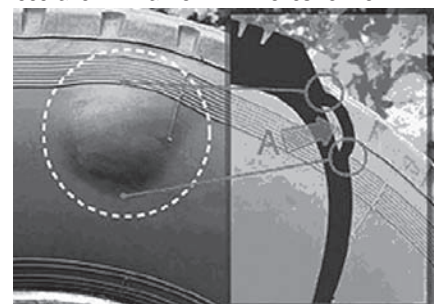

Рис. 1. Грыжа - признак начинающегося отслоения верхнего слоя от корда, либо знак того, что нарушены нити корда
- приведите устройство в исходное положение, для чего установите кнопкой указатель нагрузки 18 (рис. 1) на нуль и раздвиньте подвижные сегменты 14 и 15 так, чтобы их нижние торцы находились на одном уровне;
Рис. 1. Проверка натяжения ремней. 1 - шкив водяного насоса; 2 - клиновой ремень привода водяного насоса; 3 - шкив коленчатого вала; 4 - шкив натяжной; 5 - рычаг натяжителя; 6 - планка; 7 - генератор; 8 - планка; 9 - клиновой ремень привода генератора; 10 - болты с гайками (крепления лап генератора); 11 - болт (крепления генератора к планке); 12 - болт центральный (крепления рычага натяжителя); 13 - корпус ручки устройства КИ-8920; 14 и 15 сегменты; 16 - шток; 17 - шкала прогиба; 18 - указателя нагрузки; 19 - болт фиксации рычага натяжителя.
**Двухсекционный тормозной кран (рис. 1) — центральный прибор в рабочей тормозной системе.** В процессе работы в нем возникают определенные неисправности. Если не смазан толкатель 6, то он ржавеет и теряет подвижность в направляющей втулке начинает заклинивать.